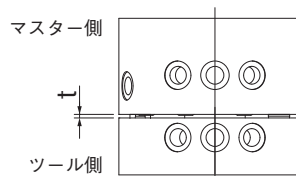

図1) 接続許容隙間
3. 分離時にエアを遮断させるため、ツール用ポートに使用するバルブは、3ポート弁または3ポジション（オールポートブロック）を使用してください（推奨回路図1）。
注：チェック弁部は、若干の漏れを許容しています。チェック弁付仕様でも分離状態での待機時間が長い場合は、エアを遮断できる回路（推奨回路図1など）を検討してください。
〈推奨回路図 1〉